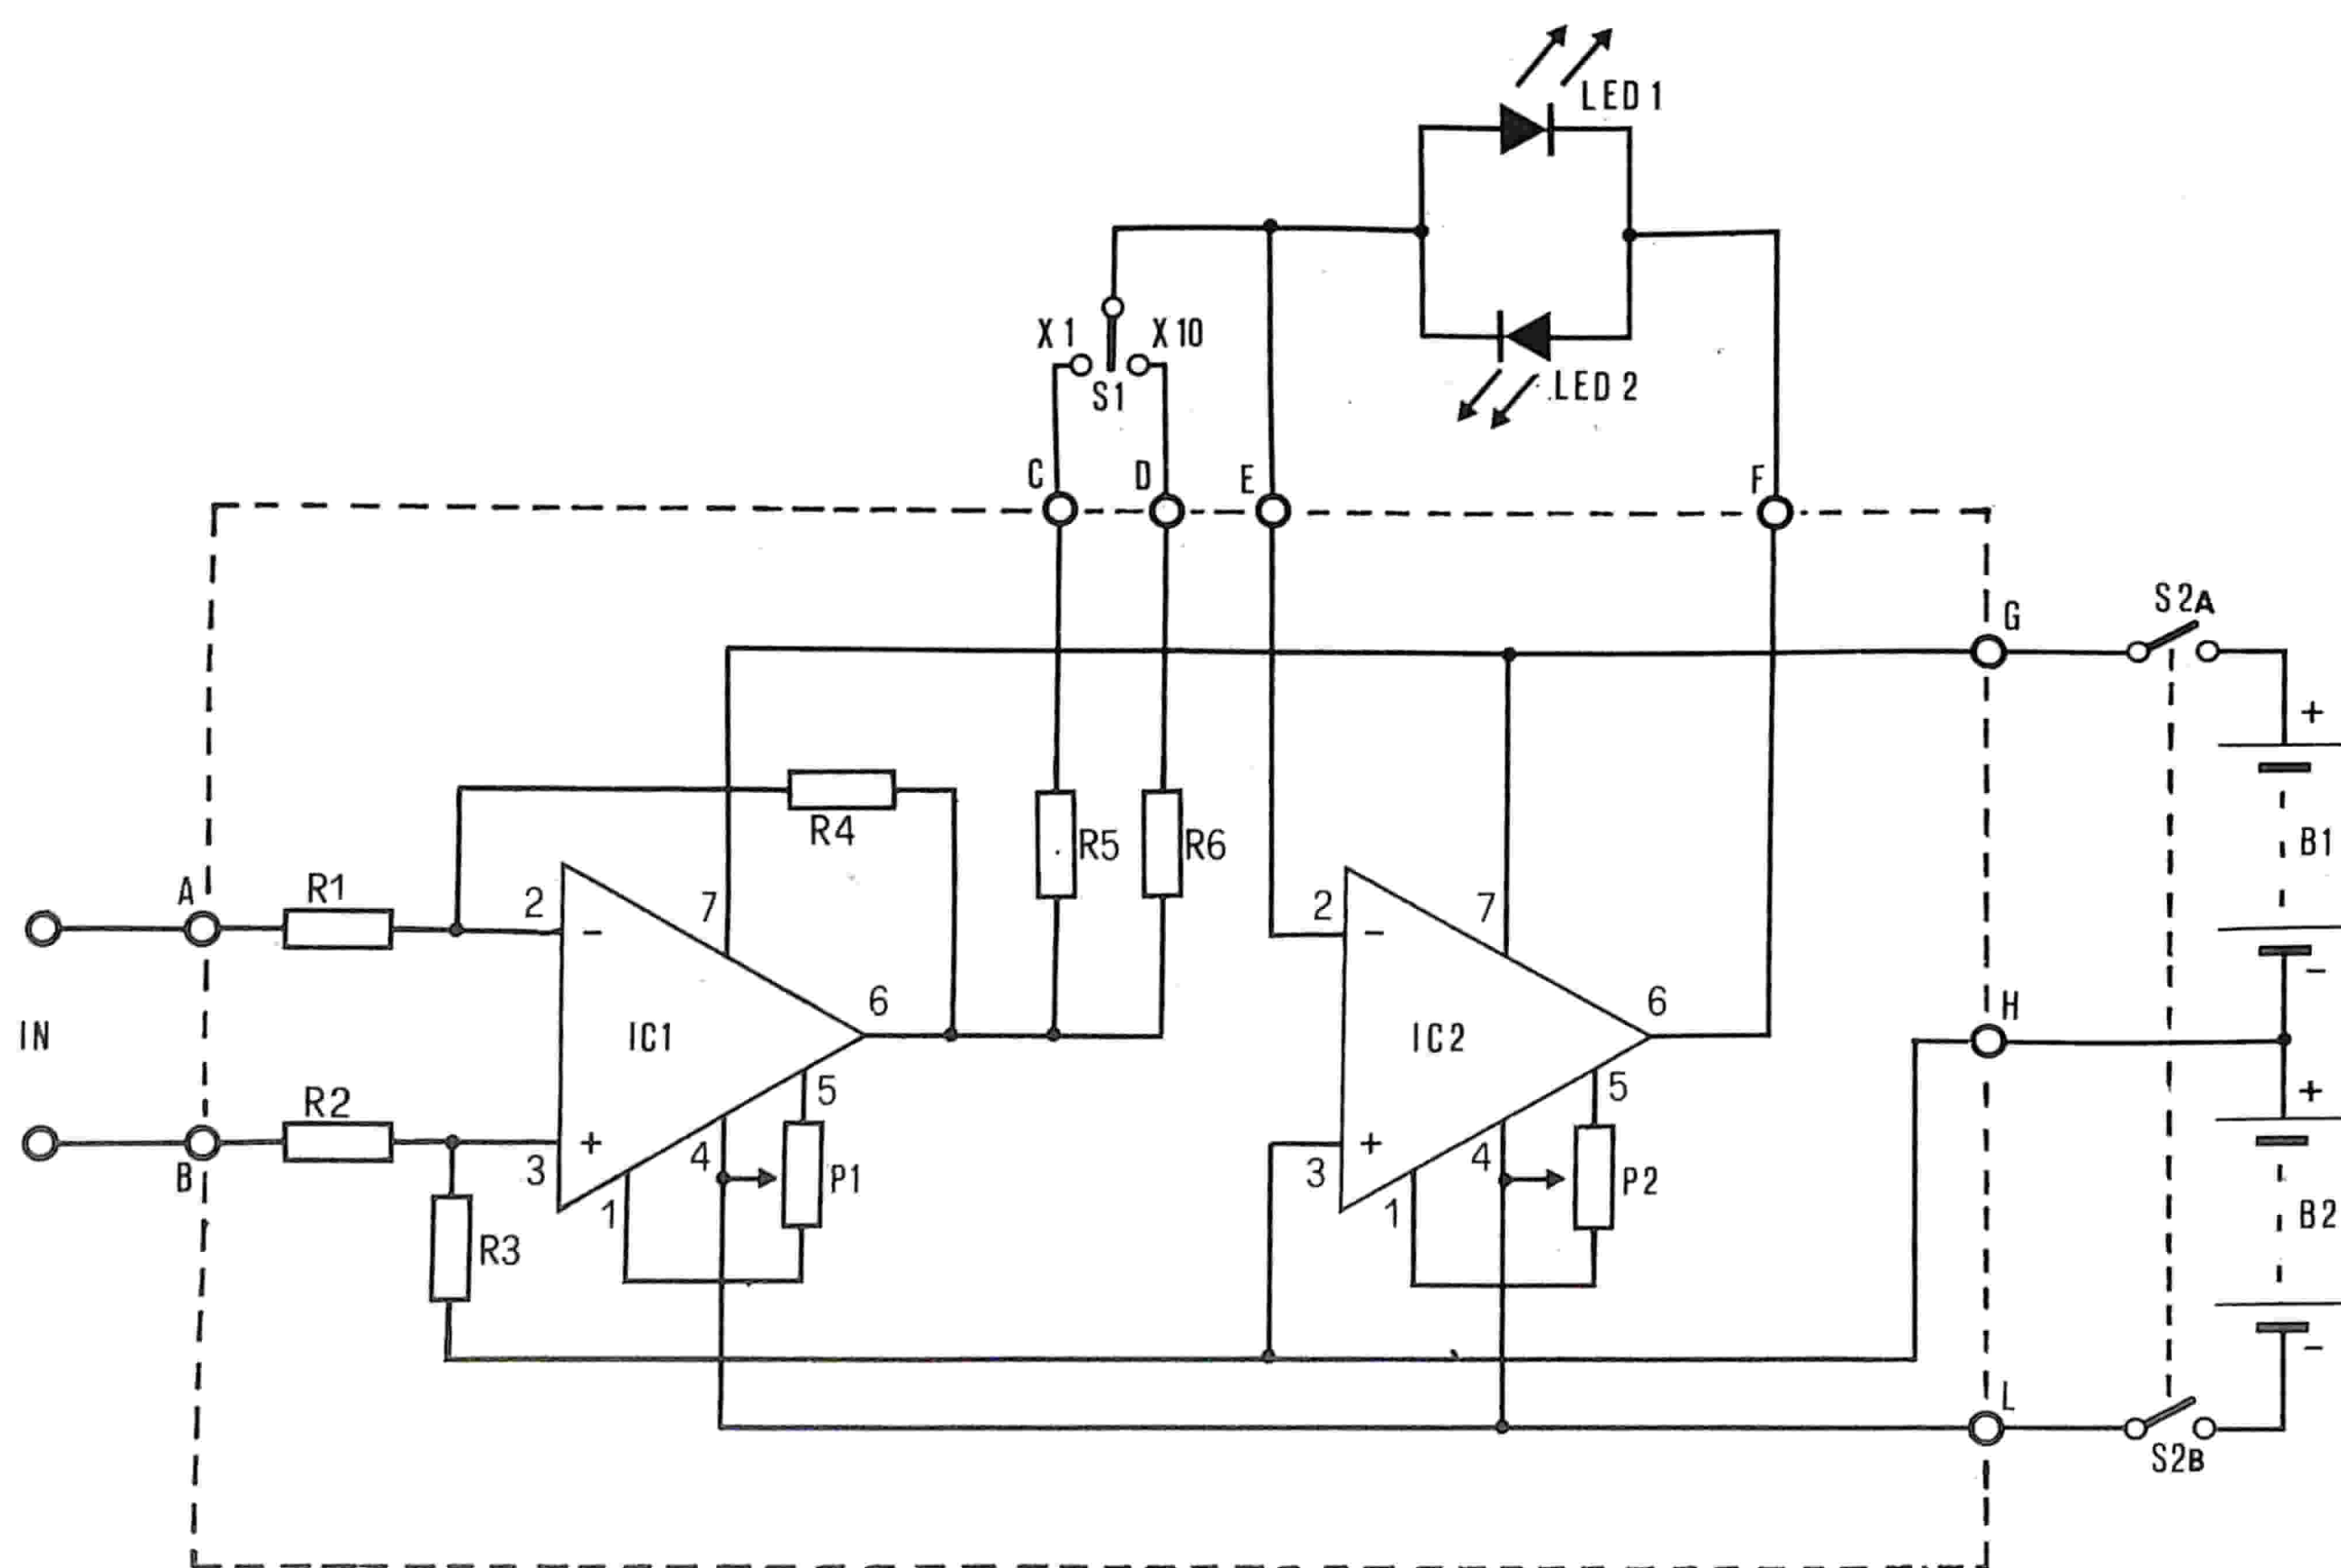

Fig. 4 - Schema elettrico completo del Null Detector qui presentato.
Osserviamo ora lo schema completo del nostro Null Detector (fig. 4). IC1 è montato ad amplificatore-sottrattore: la tensione presente alla sua uscita (piedino 6 di IC1) è proporzionale alla differenza fra le due tensioni applicate fra i punti A e B e la massa (H). R1 vale 56 K, R4 470K: quindi il circuito guadagna circa 8 volte ($R_4/R_1 = 8,39$).
Con una attenta occhiata allo schema di fig. 4, è facile notare che la corrente necessaria per l'accensione di uno dei due LED scorre, oltre che nel circuito d'uscita di IC2, anche attraverso R5 o R6 ed il circuito d'uscita di IC1. La resistenza posta fra l'uscita di IC1 e l'ingresso invertente di IC2 deter-
I componenti, che nel circuito di fig. 4, sono racchiusi nel rettangolo tratteggiato, trovano posto su una piccola basetta stampata (50 x 25 mm); il disegno delle piste ramate è in fig. 5/a, mentre la disposizione dei componenti è in fig. 5/b.
Una regola generale per il suo uso corretto è collegare il puntale arancio (ingresso invertente) al positivo della tensione nota; il puntale rosso (ingresso non-invertente) al positivo della tensione incognita; il puntale nero al negativo comune (fig. 6). Riferendosi allo schema di fig. 4 e alle spiegazioni date nel testo, è facile determinare che il LED 1 s'illumina quando la tensione incognita è superiore a quella nota, e il LED 2 quando è inferiore. Per questo motivo i due LED vengono contrassegnati rispettivamente con ALTO e BASSO (HIGH e LOW in inglese - è più chic!).